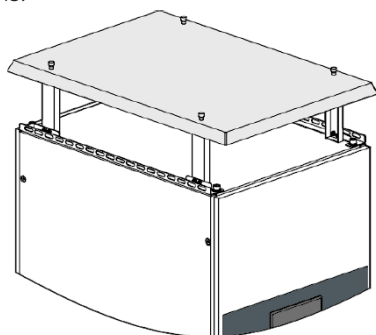

Figura 3-18 Instalación de la cubierta superior impermeable
Paso 2: Fije la cubierta superior impermeable a los soportes, como se muestra en la figura 3-18.